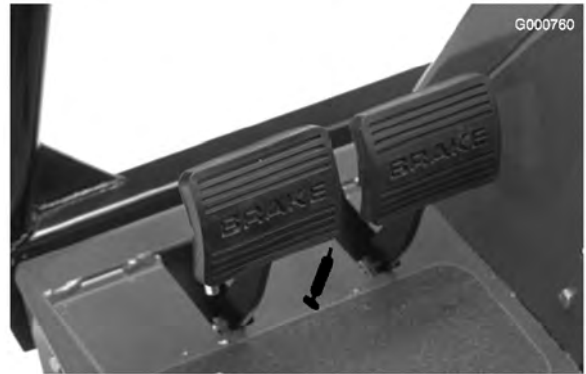

図 37
- ・ ブレーキ・ペダルのシャフト (1ヶ所) (図 37)。